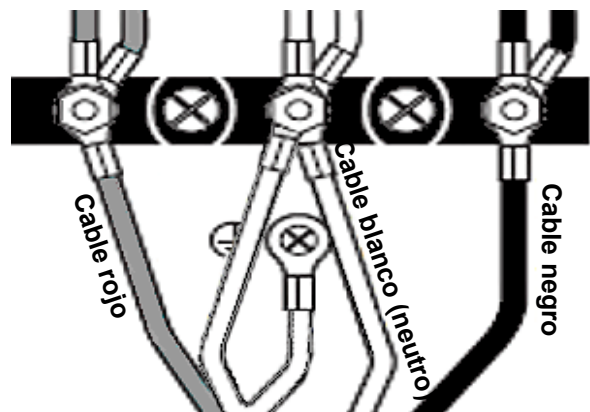

Figura 18: 3-Wire Connection
3. Fije el cable neutro de tierra del circuito de alimentación al contacto central (color plata) de la caja de conexiones (vea la *Figura 18*).